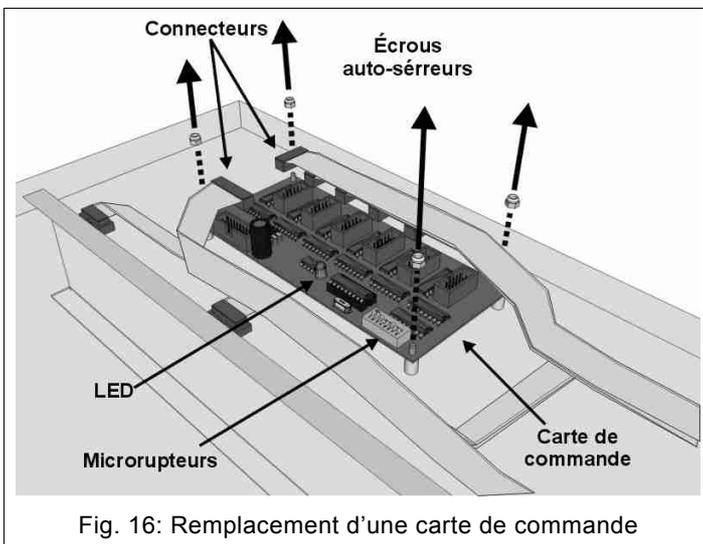

Fig. 16: Remplacement d'une carte de commande
2. Remplacez le câble qui connecte la carte à LED à la carte de commande (Fig. 16).
- b) repérez la carte de commande connectée à l'ensemble des cartes à LED défectueuses au moyen des câbles plats 10 contacts (Fig. 16). Si en alimentant le tableau, le LED monté sur cette carte de commande (Fig. 16) s'allume ou clignote, remplacez la carte de commande (chapitre 7.2); autrement, si le LED ne s'allume pas:
6. Repérez la carte (ou les cartes) de commande installée à l'intérieur du support (Fig. 16) et connectée aux cartes à LED défectueuses. Retirez tous les connecteurs de la carte en notant leur position.
7. Avec une clé de 5,5 mm, dévissez les quatre écrous de serrage de la carte de commande (Fig. 16) et ôtez-la de son logement.